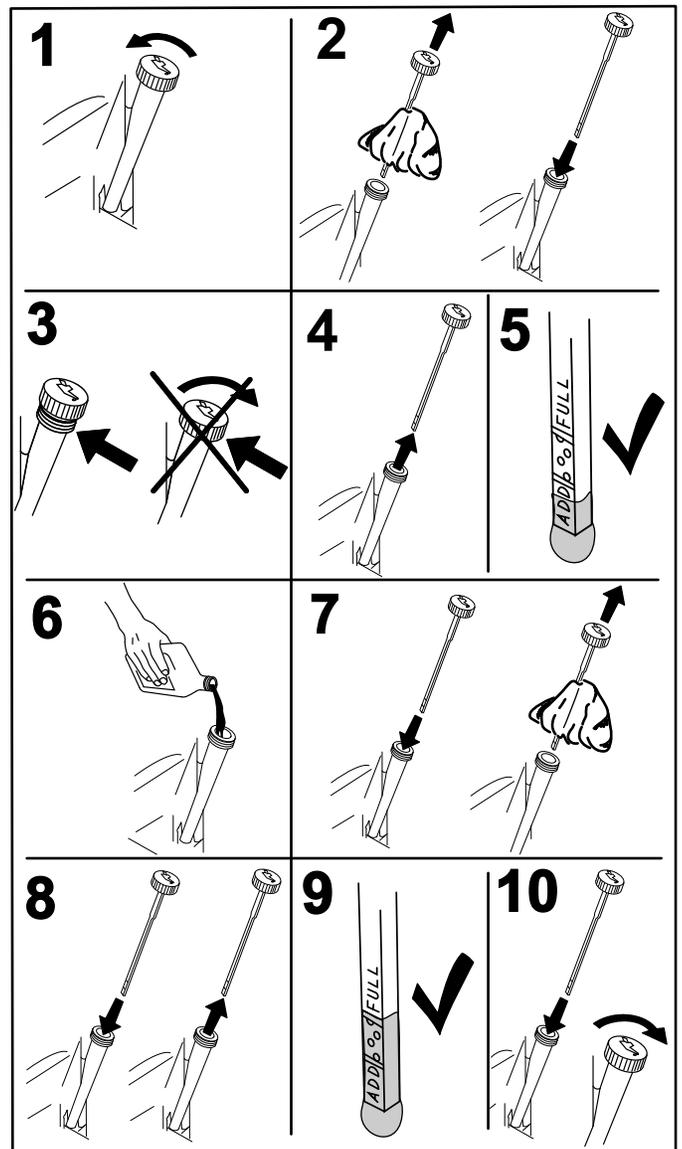

Figura 42
2. Desligue o motor, retire a chave e aguarde até que todas as partes em movimento parem antes de sair da posição de operação (Figura 42).